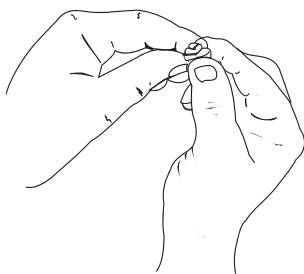

Fig. 27
- Pressez le filtre pour répartir et drainer l'excédent d'huile (Fig. 27).